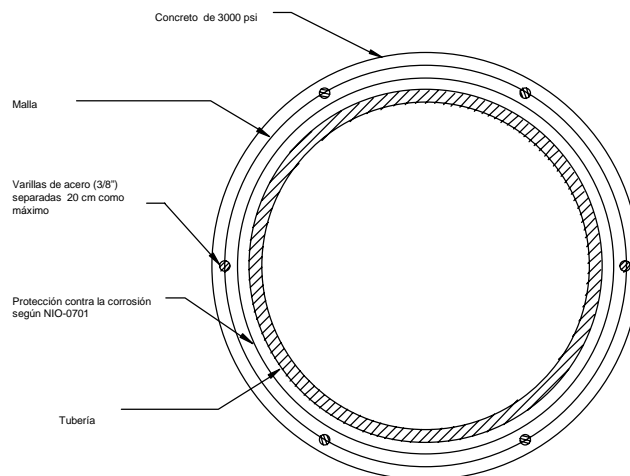

Figura 1, Lastrado de tubería
4.6 Las características del lastrado con concreto se muestran en la figura 1.